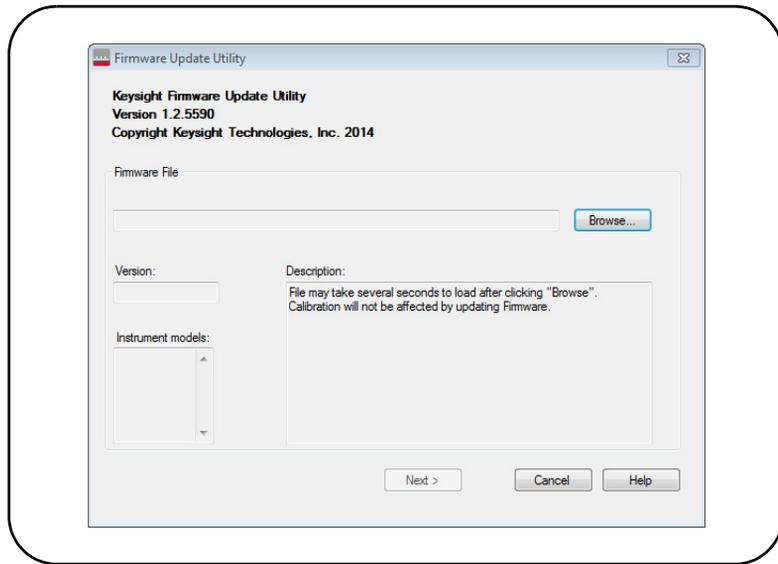

图 2-9 选择更新文件路径。
- 2 按 **Next** 并使用 **Browse** 按钮，指定固件文件的路径（图 2-9）。指定之后，仪器型号、版本和仪器说明将显示在“Applicable Models”窗口中。选择 **Next**。